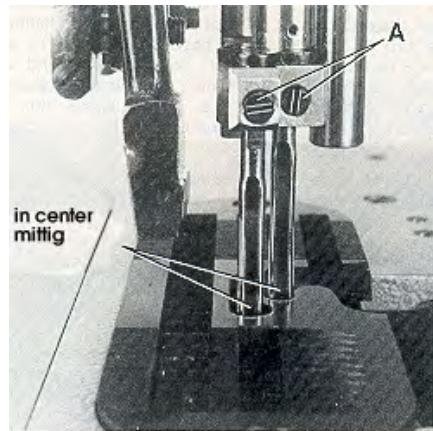
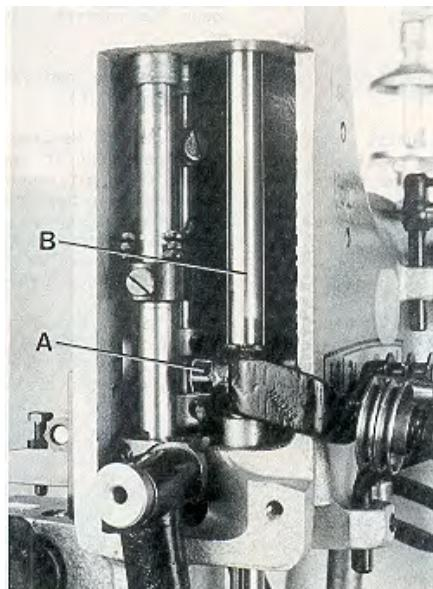

Fig. 3
Fig. 4
Before adjusting the machine insert a new set of needles with the shank as far as possible into the needle holder. The long groove of the needles must point to the front (towards the operator). Tighten the set screws (A, Fig. 3) on the tapered fastening flats of the needle shanks.
Remove the face cover and the finger guard left on the machine head as well as the upper feed dog and the presser foot. Rotate handwheel in operating direction and check if the needles center in the associated needle holes of the throat plate (see Fig. 3). If not loosen clamp screw (A, Fig. 4) in the needle bar connection and turn the needle bar (B) accordingly. Retighten screw (A.).
If an adjustment is necessary loosen clamp screw (A, Fig. 4) in the needle bar connection and move the needle bar (B) up or down, as required. Care should be taken not to disturb the alignment of the needle bar when making this adjustment. Retighten clamp screw.
Setzen Sie vor dem Einstellen der Maschine einen Satz neuer Nadeln so ein, daß der Nadelkolben oben im Nadelhalter anstoßt und die lange Rinne der Nadeln nach vorne (zur Bedienungsperson) zeigt. Ziehen Sie die Gewindestifte (A, Fig. 3) auf der konischen Befestigungsfläche am Nadelkolben fest.
Entfernen Sie den Abschlußdeckel und den Fingerschutz links am Maschinenkopf, sowie den Obertransporteur und den Drückerfuß. Drehen Sie das Handrad in Nährichtung und prüfen Sie, ob die Nadeln mittig in die zugehörigen Stichlöcher der Stichplatte einstechen (siehe Fig. 3). Wenn nicht, lösen Sie die Klemmschraube (A, Fig. 4) im Nadelstangenmitnehmer und drehen die Nadelstange (B) entsprechend. Ziehen Sie die Schraube (A) wieder an. HINWEIS: Zum Ausrichten der Nadelstange kann anstelle der Stichplatte die Testplatte Nr. 040 37006 0000 verwendet werden. Die Testplatte ist gegen zusätzliche Bestellung und Berechnung lieferbar.
Ist eine Einstellung notwendig, lösen Sie die Klemmschraube (A, Fig. 4) im Nadelstangenmitnehmer und schieben Sie die Nadelstange (B) entsprechend nach oben oder unten. Beachten Sie, daß bei dieser Einstellung die Ausrichtung der Nadelstange nicht verändert wird. Ziehen Sie die Klemmschraube wieder an.